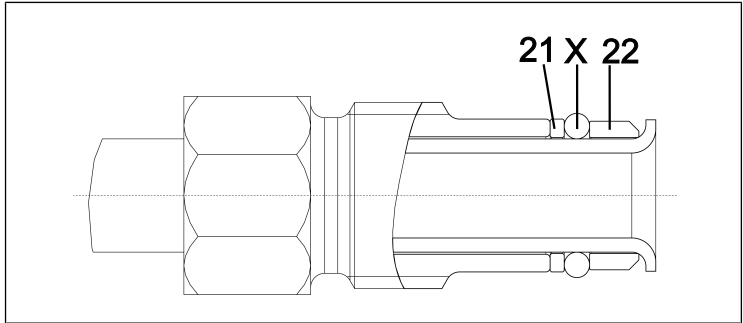

Fig. 18: Posición correcta de la junta tórica
**i** Durante la sustitución de las juntas tóricas asegurar la correcta posición de las nuevas juntas tóricas (entre el manguito (22) y el disco de deslizamiento. (21 ,ver Fig. 18).